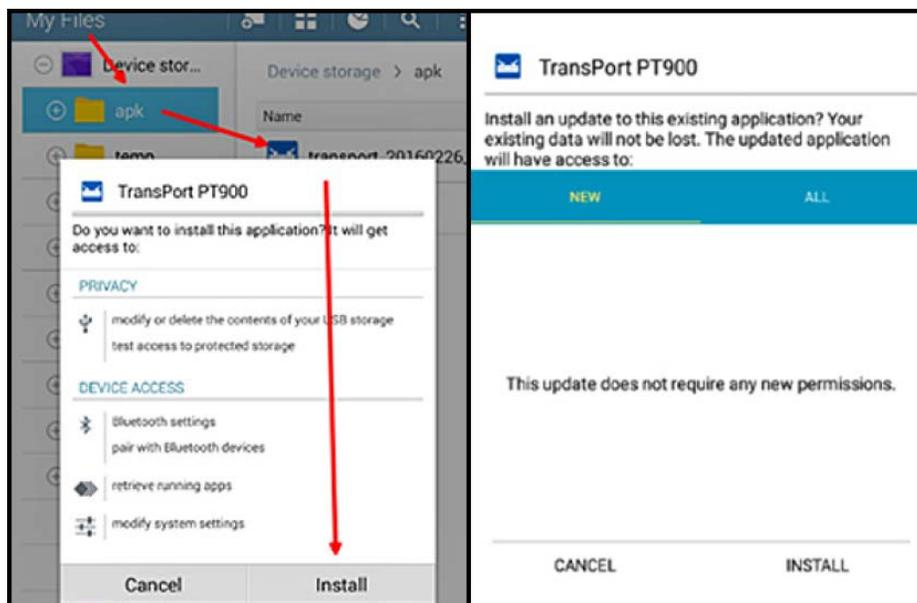

图 57: 初始 (左) 和更新 (右) 安装屏幕
3. 单击 APK 文件，安卓操作系统会验证此文件的检验和及签名。根据本次是初始安装还是更新安装，您会看到如下面 图 57 中所示的某个屏幕。单击安装开始安装。